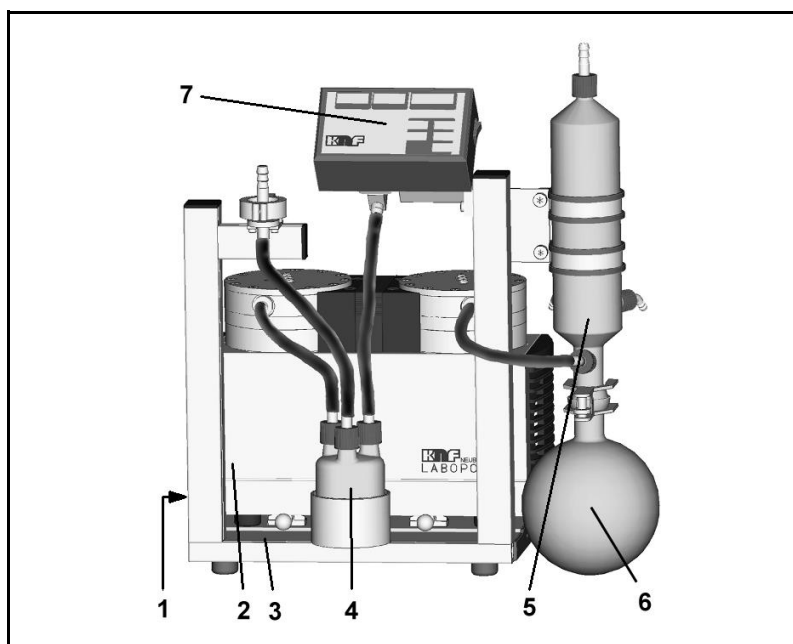

Abb. 6: Beschreibung LABOBASE-Systeme SBC 840, SBC 840.40, SBC 844 und SBC 844.40
- Verschlauchung Das Vakuumsystem wird komplett verschlaucht geliefert (siehe Abb. 6, Seite 17).